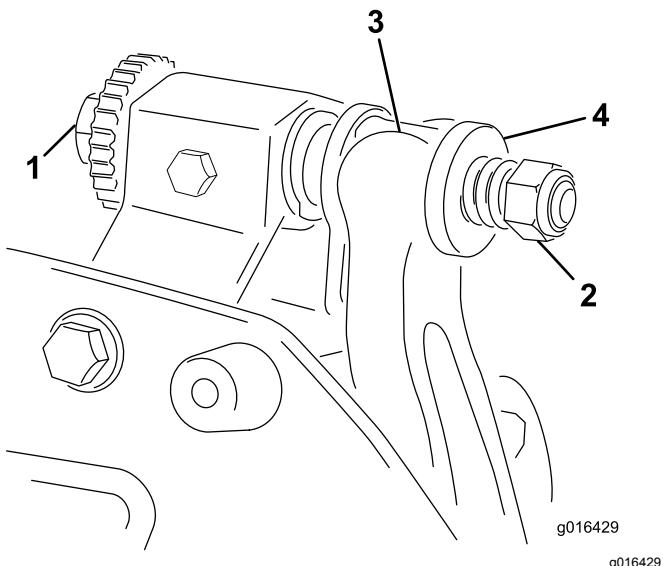

図 20
- ベッドバー調整ねじを左に回してベッドナイフとリールの接触をなくす図 20。
- スプリングテンションナットをゆるめて、ワッシャがベッドバーを全く押さないようにする図 20。
- ワッシャとベッドバー調整ねじとの間にベッドバーの固定用耳を入れる図 20。